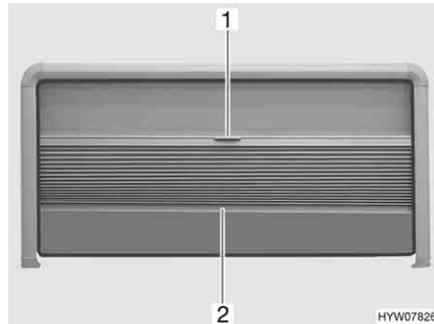

Fig. 60 Finestra apribile
- Afferrare la tendina oscurante pieghevole al centro dell'asta di chiusura (Fig. 60,2) e tirare delicatamente verso il basso.
- Tenere la parte centrale dell'asta di chiusura (Fig. 60,2) della tendina oscurante pieghevole e spingere quest'ultima verso l'alto con cautela.
- Tirare la zanzariera a rullo verso il basso utilizzando la maniglia (Fig. 60,1).
- Spingere la zanzariera a rullo completamente verso l'alto utilizzando la maniglia (Fig. 60,1).